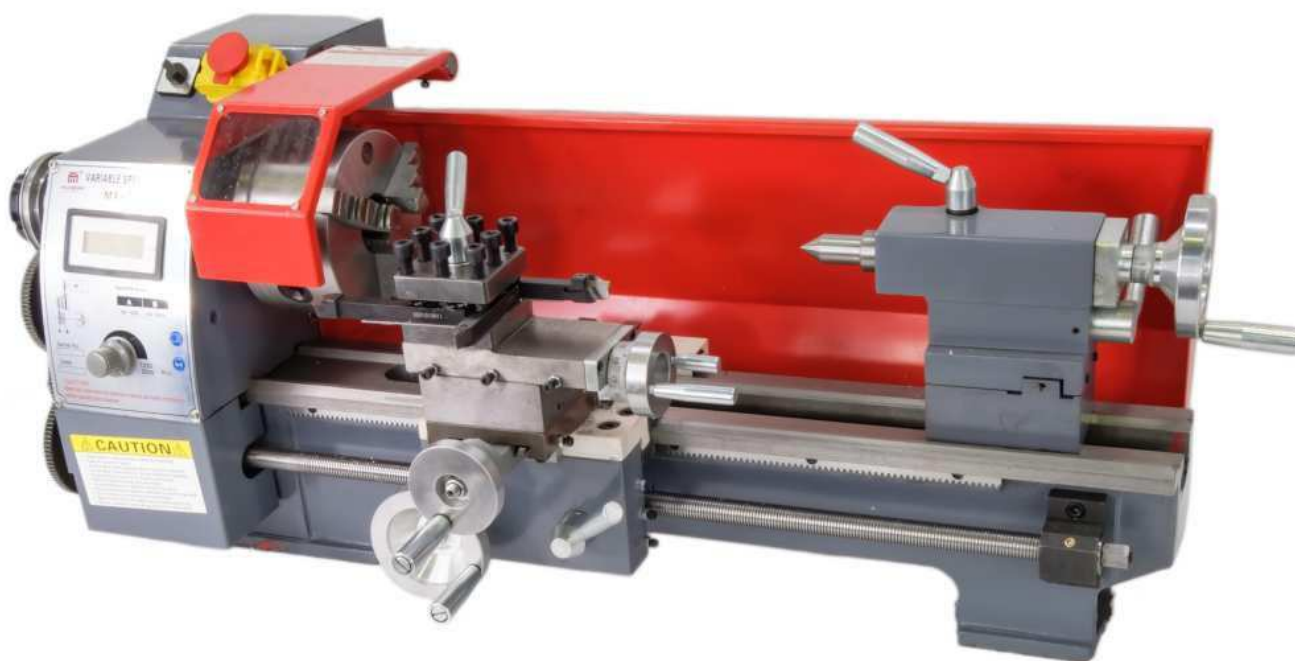

Рис. 1.
**21.** Станок настольный токарный модели MX210V (Рис. 1) предназначен для различных видов механической обработки деталей типа тел вращения из черных и цветных металлов, их сплавов, пластмасс и др. материалов.